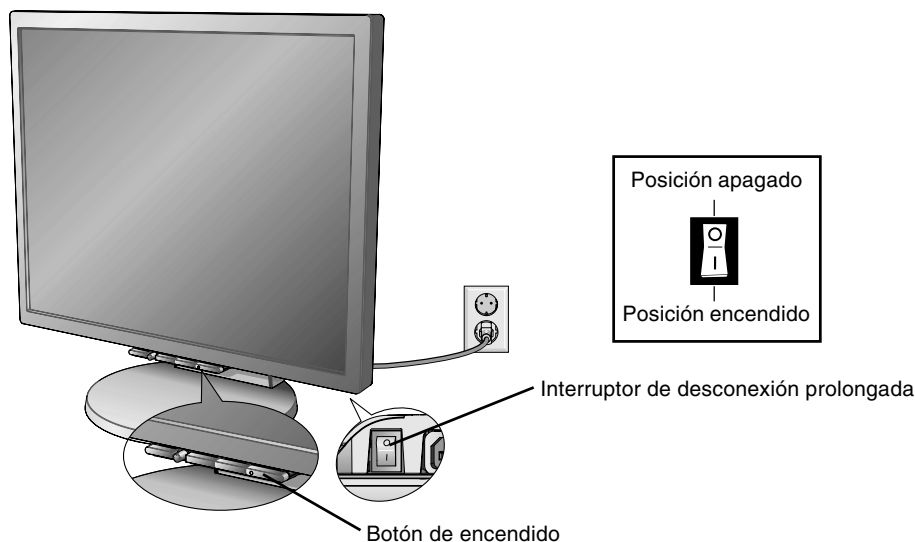

Figura E.1
10. Conecte el cable de alimentación a la toma de corriente (**figura E.1**).
11. El interruptor de desconexión prolongada que hay en la parte trasera del monitor debe estar encendido (**figura E.1**). Encienda el monitor con el botón de encendido frontal y ponga en marcha el ordenador.